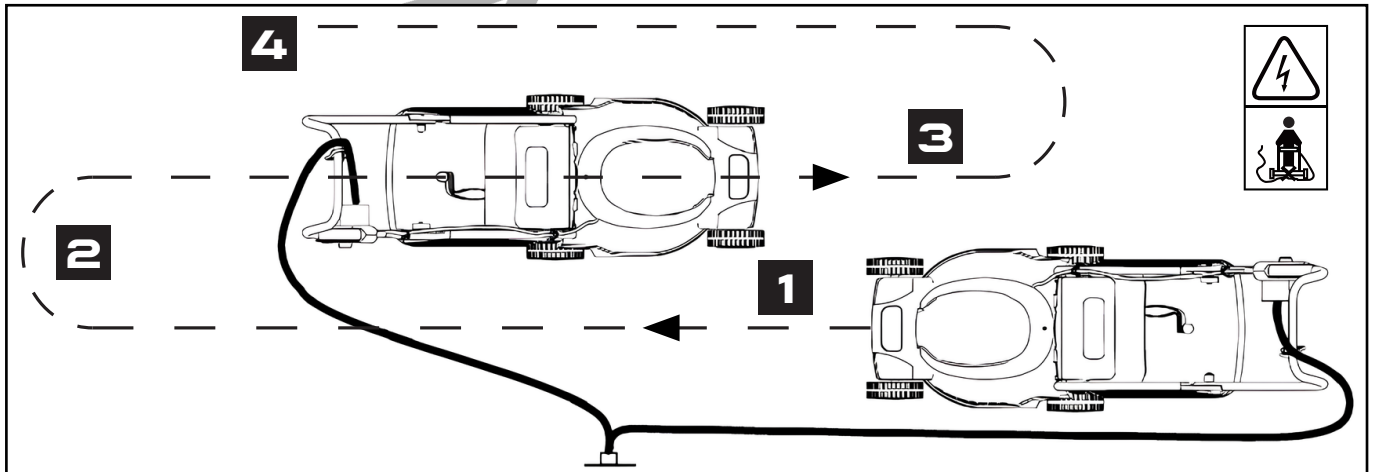

Fig. 4
Fonctionnement (Fig. 4)
- Procédez comme indiqué dans la figure 4.